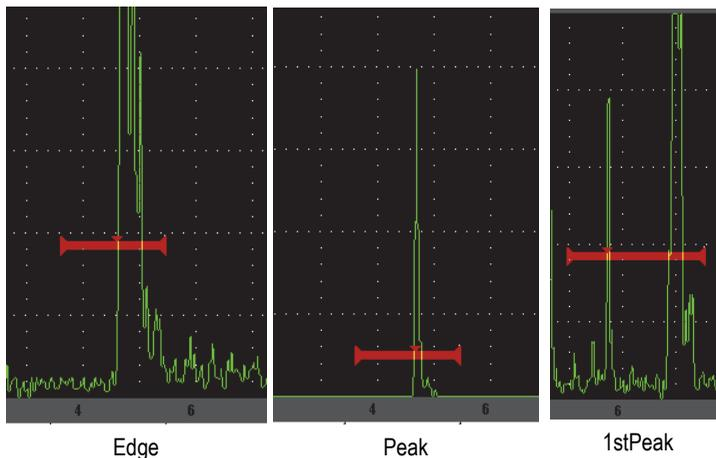

Figura 2-11 Medição de disparo nos modos Edge, Peak e 1stPeak
- **Peak**: adquire leituras de medição baseadas no pico mais alto da região fechada (não precisa ultrapassar o limite da porta) [veja Figura 2-11 na página 48].
- **1stPeak**: adquire leituras de medição baseadas no primeiro pico que ultrapassam o limite da porta (nível) [veja Figura 2-11 na página 48].
- **Edge**: obtém leituras de medição baseada na posição do primeiro ponto de passagem de um sinal fechado (veja Figura 2-11 na página 48).